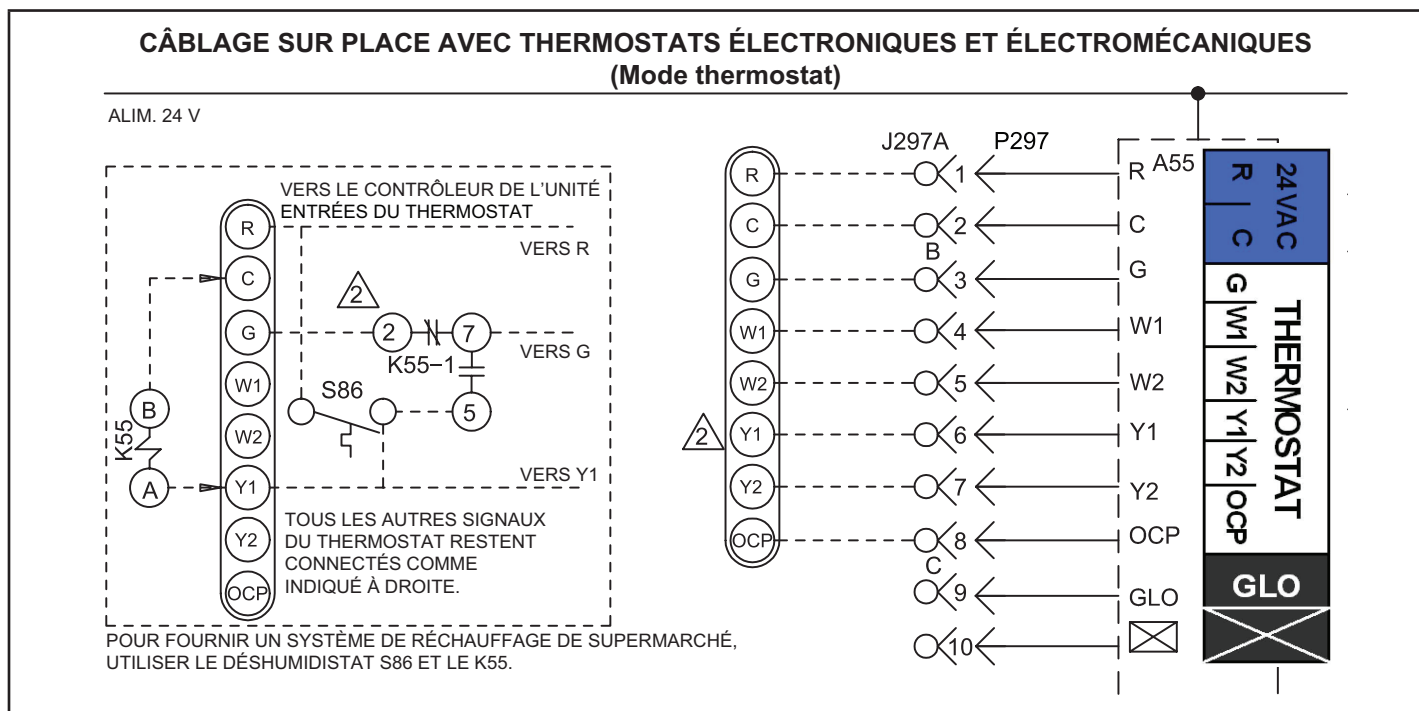
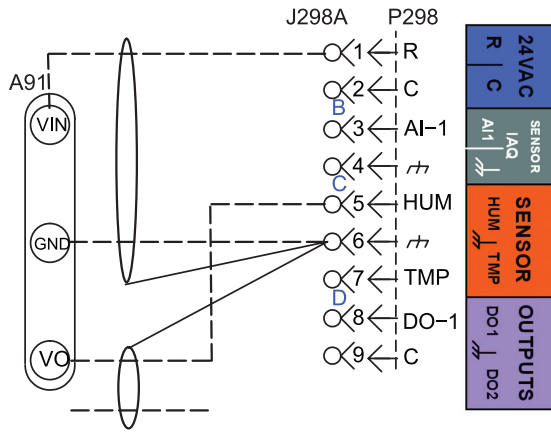
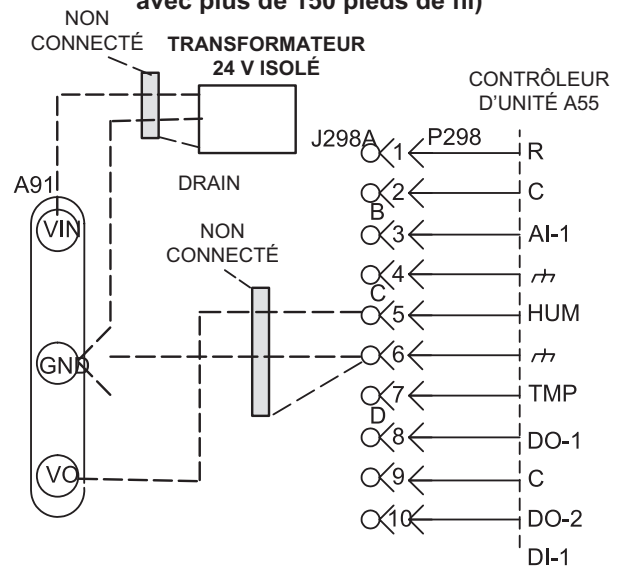

FIGURE 14
FIGURE 16
FIGURE 18
- 4 - Câbler comme indiqué à la FIGURE 14 pour les thermostats électromécaniques et électroniques. En cas d'utilisation d'autres dispositifs de contrôle de la température ou de systèmes de gestion de l'énergie, se reporter aux instructions et au schéma de câblage fournis par le fabricant.
- 2 - Effectuer les connexions de câblage comme indiqué à la FIGURE 14 pour le mode thermostat ou à la FIGURE 15 pour le mode capteur de zone. En outre, connecter un capteur d'humidité ou une entrée de déshumidification. Se reporter à la FIGURE 16 ou FIGURE 18 pour le câblage du capteur d'humidité ou à la FIGURE 17 pour le câblage de l'entrée de déshumidification.
Utiliser deux câbles blindés séparés contenant des paires torsadées de 20 AWG minimum avec un blindage global. Belden type 8762 ou 88760 (plénum) ou équivalent. Connecter les deux fils de drainage du blindage du câble au contrôleur de l'unité comme indiqué à la FIGURE 16.
Utiliser deux câbles blindés séparés contenant des paires torsadées de 18 AWG minimum avec un blindage global. Belden type 8760 ou 88760 (plénum) ou équivalent. Connecter les deux fils de drainage du blindage du câble au contrôleur de l'unité comme indiqué à la FIGURE 16.
Utiliser un transformateur 24 VCA local et isolé tel que le Lennox (no. Cat. 18M13) (20 VA minimum) pour alimenter le capteur d'humidité relative comme indiqué à la FIGURE 18. Utiliser deux câbles blindés contenant des paires torsadées de 20 AWG minimum avec un blindage global. Belden type 8762 ou 88760 (plénum) ou équivalent.